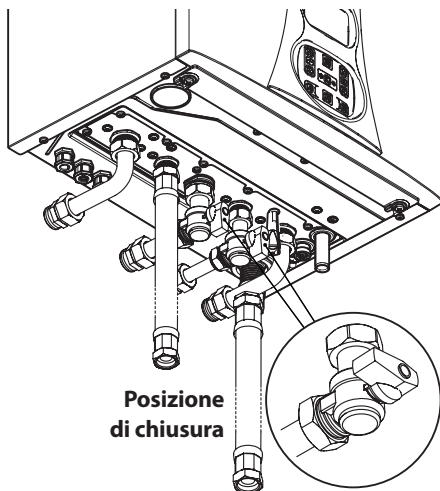

Figura 2.29
- Chiudete i rubinetti della caldaia Figura 2.29;